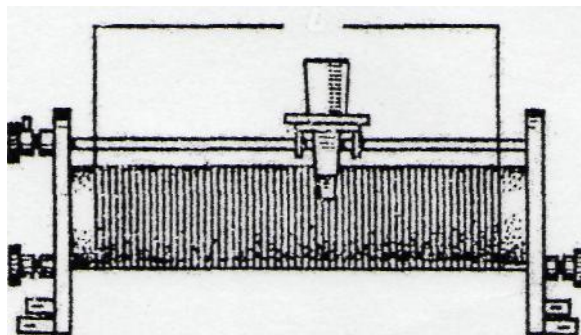

рис. 1
В качестве исследуемого материала можно использовать обмотку реостата на 6 В (рис. 1).
2. Для определения площади поперечного сечения проволоки необходимо знать ее диаметр. Для этого следует измерить штангенциркулем длину обмотки реостата  $L$  (рис. 1); зная число витков  $n$ , определить диаметр проволоки  $d$  ( $d=L/n$ ) и площадь поперечного сечения  $S$  ( $S=\pi d^2/4$ ).